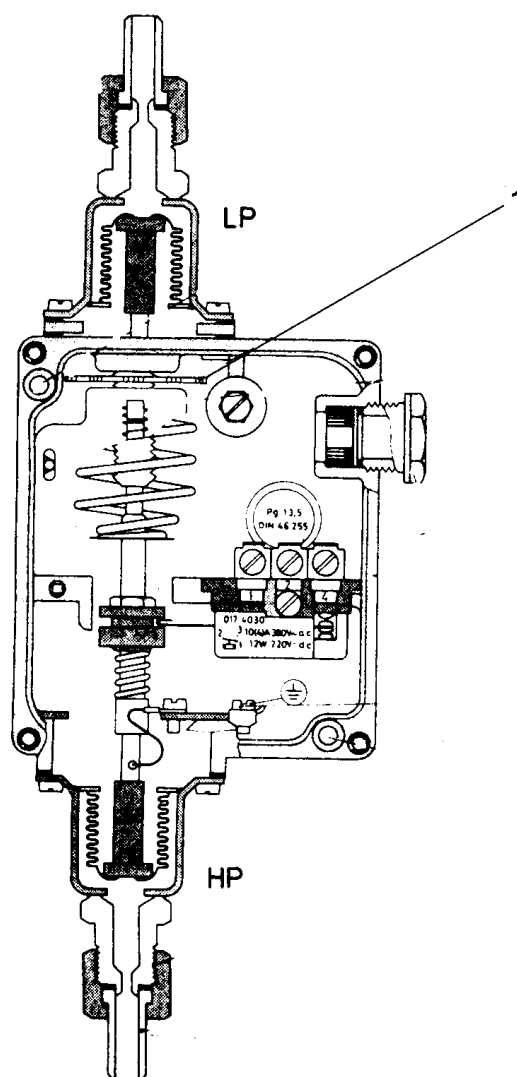

Рис. 6
3.6 ДИФФЕРЕНЦИАЛЬНОЕ РЕЛЕ ДАВЛЕНИЯ DANFOSS RT 262 A (Рис. 6)